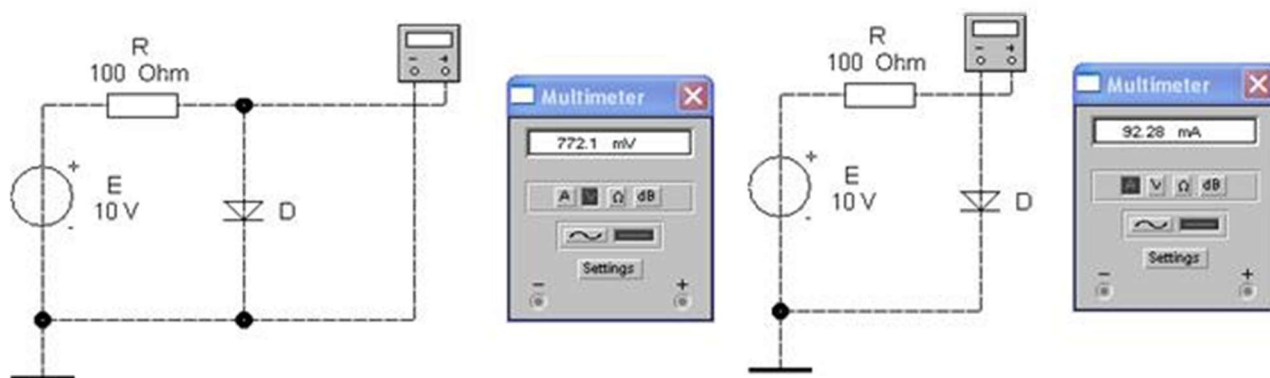

Рис. 1.1. Схемы для измерения: а – напряжения; б – тока диода
1. Собрать схему (рис.1.1, а) и включить. Мультиметр покажет напряжение на диоде $U_{пр}$ при прямом смещении. Перевернуть диод и снова запустить схему, мультиметр покажет напряжение на диоде $U_{обр}$ при обратном смещении. Вычислить ток диода при прямом $I_{пр}$ и обратном $I_{обр}$ смещении согласно формулам
2. Собрать схему (рис. 1.1, б) и включить. Мультиметр покажет ток диода $I_{пр}$ при прямом смещении.